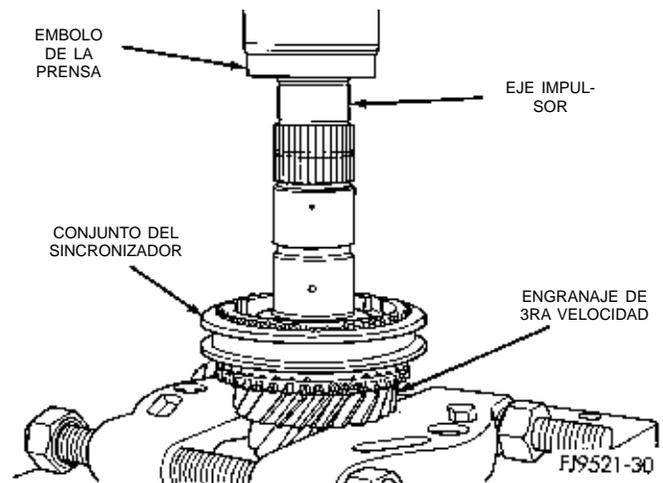

Fig. 88 Desmontaje del engranaje de 3ra velocidad
- (10) Instale el eje impulsor en la prensa del taller. Empleando un hendedor de cojinetes, retire el sincronizador de 3-4 y el engranaje de 3ra velocidad (Fig. 88).